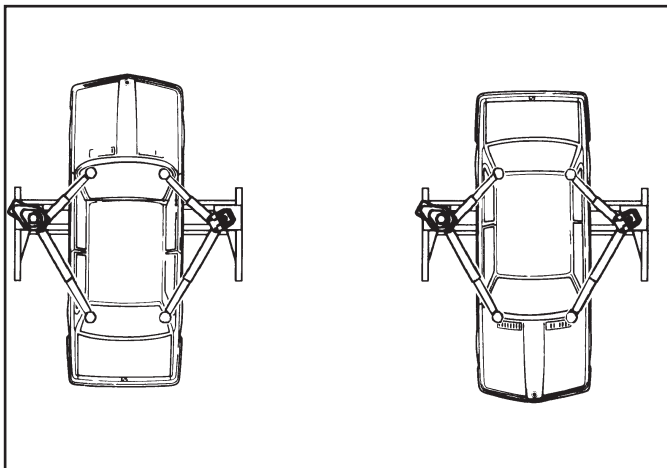

Fig.15 - Abb.15
È estremamente importante posizionare il mezzo sul sollevatore in modo da avere una corretta ripartizione dei pesi sui bracci (fig.15)
- il veicolo sia posizionato in maniera corretta (fig.15)
It is extremely important that the vehicle is positioned on the rack so as to achieve correct load distribution on the arms (see Fig.15).
- the vehicle is correctly positioned (see. fig.15)
Il est très important de bien positionner le véhicule sur l'élévateur pour avoir une répartition correcte des poids sur les bras (fig. 15).
- positionner correctement le véhicule (fig. 15).
Es ist außerordentlich wichtig, daß das Fahrzeug derart auf der Hebebühne positioniert wird, daß eine korrekte Gewichtsverteilung auf den Armen gewährleistet ist (Abb. 15).
- das Fahrzeug korrekt positioniert ist (Abb. 15)
Es sumamente importante colocar el vehículo sobre el elevador de forma que esté correctamente repartido el peso sobre los brazos (fig. 15).
- el vehículo esté colocado de forma correcta (fig. 15).